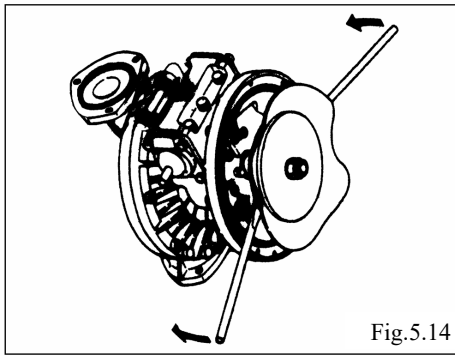

Fig.5.14
- 在内侧的中盘上使用铁撬，向反方向拉，使隔膜反转。（B□H、B□S、B□H/T除外）〈Fig.5.14、5.15〉